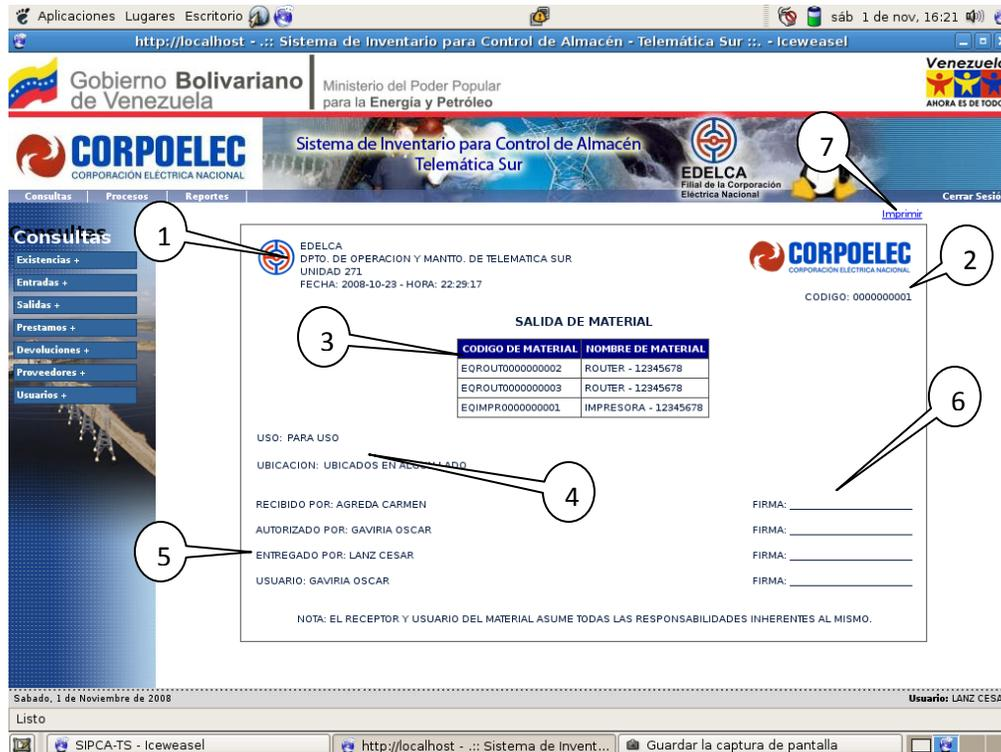

Figura 4.7. Ejemplo de una Planilla de Salida de Existencias.
En la imagen siguiente podemos observar un ejemplo de la planilla de salida de existencias que se genera de manera dinámica con todos los datos e información completa que aparece en la tabla anterior, para la cual debimos haber seleccionado una opción y presionado el botón “Ver Planilla” para visualizarla. Esta planilla consta de una cabecera la cual señala el nombre de la empresa, departamento, unidad, hora y fecha en que fue creada (1), el código de la planilla (2), una pequeña tabla que nos informa el código de sistema y el nombre de las existencias que le dieron salida (3), la descripción de dicho registro (4), las personas involucradas (5), la sección de firmas (6), y en la parte superior derecha de la planilla aparece la opción para imprimirla (7) y poder archivarla en registros físicos. Esta misma metodología de visualizar las planillas de registro se aplica igualmente a los préstamos y a las devoluciones de existencias por lo que explicarla sería redundar en información. Ver figura 4.7.